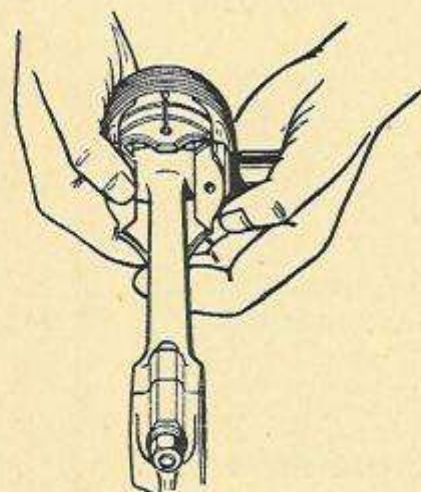

Fig. 117.
• Extraire les axes, les graisser, et les introduire à la main (fig 117).